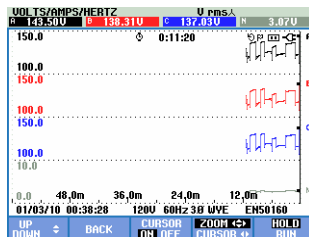

Figura 23-6. Visualizzazione dell'andamento con cursore e zoom attivati
- Premere nuovamente il tasto F4 per poter utilizzare i tasti freccia per gestire lo zoom. I tasti freccia sinistra/destra possono adesso essere utilizzati per allungare e restringere gli andamenti orizzontalmente, come mostrato nella Figura 23-6. I tasti freccia su/giù compiono la stessa operazione in direzione verticale. Se il cursore è attivo, lo zoom orizzontale funziona in modo simmetrico intorno al cursore. Se il cursore non è attivo, lo zoom orizzontale funziona dal lato destro della schermata.